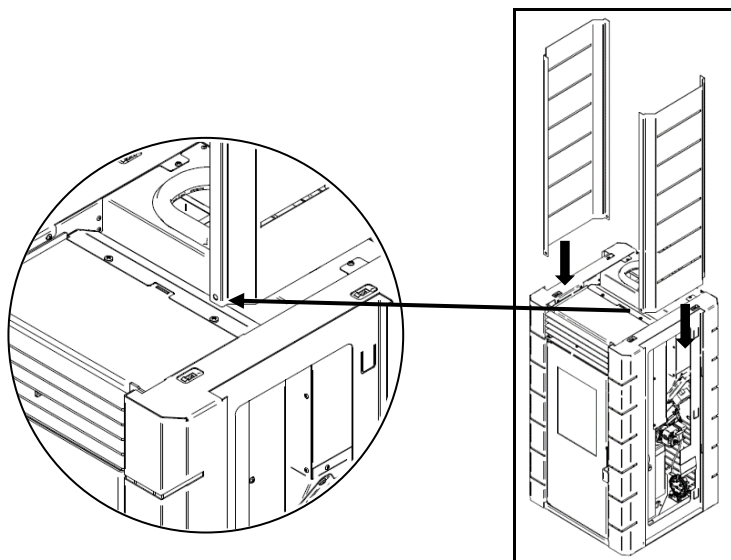

Figura 27 - Colocación capas laterales
g) Para los modelos Kili y Pico es necesario realizar un conjunto de tareas intermedia antes de colocar la tapa superior. Los modelos con laterales en chapa pintada y revestimiento en pvc resistente a la alta temperatura (imitación de madera o tejido), se debe encajar estas en el sentido hacia abajo en los rasgos que se encuentran en las laterales de la estructura de la máquina (Figura 27).